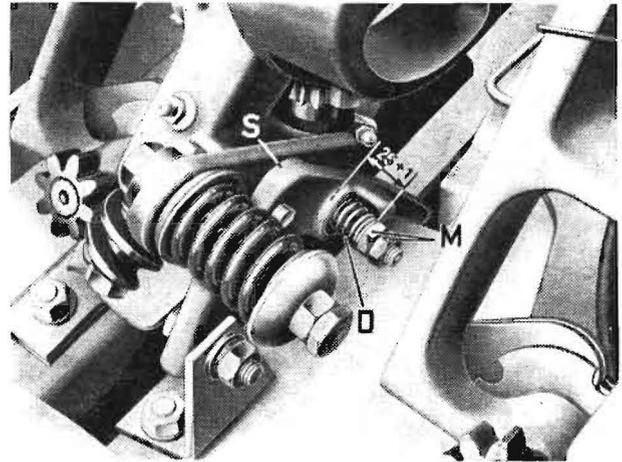

Bild 32
Der Schließer (S) wird durch eine Druckfeder (D) gespannt (Bild 32). Die Federkraft wird durch die Sechskantmutter (M) eingestellt. Die Federlänge muß auf 25 ± 1 mm, gemessen über die Unterlegscheiben, eingestellt sein. Kurz vor der Totlage des Knoterschnabels drückt die Gleitbahn des Schließers gegen die Rolle der Zunge und schließt den Knoterschnabel. Ist die Klemmwirkung im Knoterschnabel zu groß, bleibt der Knoten im Maul hängen und der Faden reißt. Ist die Klemmwirkung zu gering, bildet sich entweder kein oder nur ein loser Knoten.